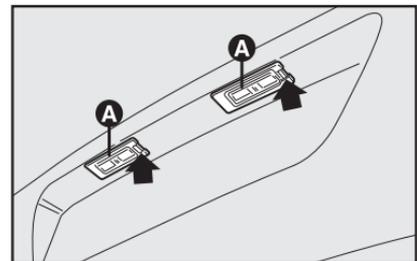

fig. 28
## LUZES DE PLACA - figs. 28 e 29
- Agir no ponto indicado pela seta e remover o grupo transparente **A-fig. 28**;